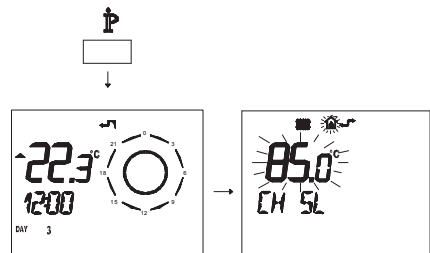

Figura 5.41
- Premere per più di 3 secondi il pulsante  $\text{P}$  per entrare in modalità **INFO** (Figura 5.41).